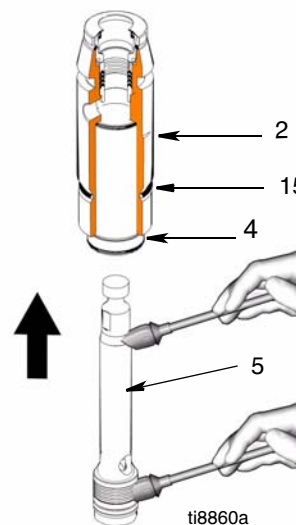

Рис. 15
13. (Рис. 15) Нанесите смазку на верхнюю часть штока поршня длиной в один - два дюйма (5), которая проходит через уплотнения горловины узла втулка/цилиндр. Нанесите смазку на уплотнения поршня в нижней части поршневого насоса.